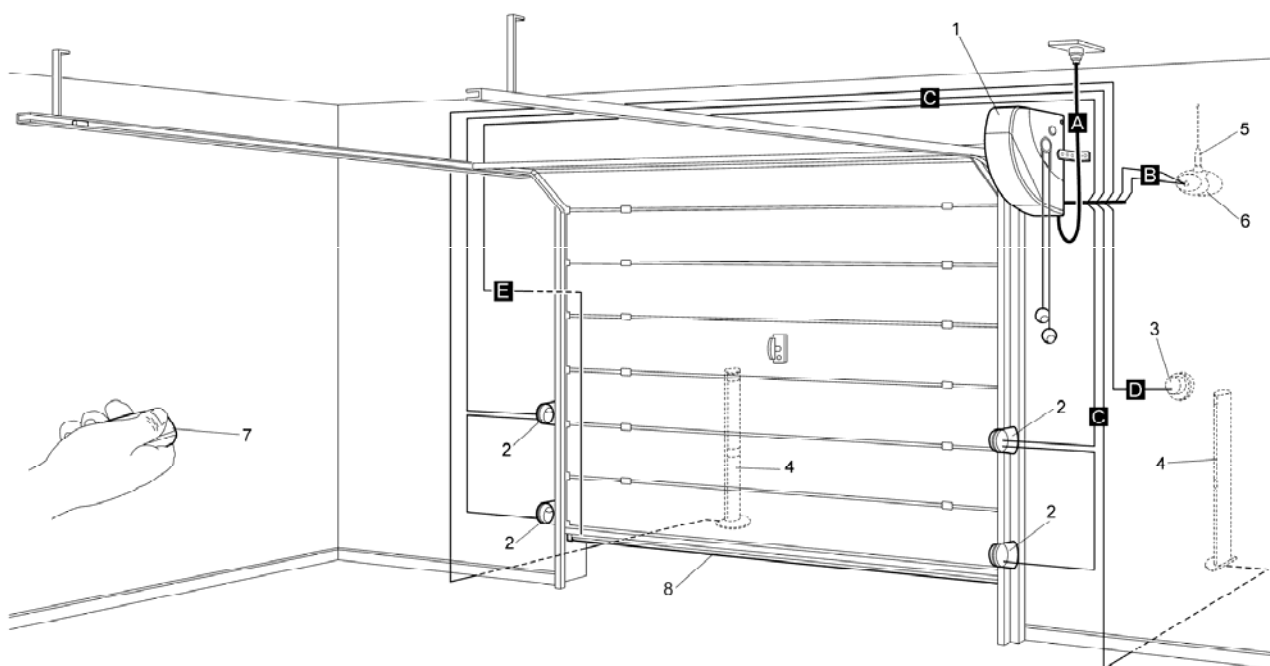

Рис. 3
#### 4.1 СТАНДАРТНАЯ СХЕМА УСТАНОВКИ (см. Рис. 3)
Рис. 3 на рисунке изображен монтаж электродвигателя Soop. На чертеже показаны необходимые для соединения детали и кабели; они собраны по стандартной схеме.
**Сборка/монтаж механических компонентов на рис.3:**
**Соединение электрокабелей Рис. 3:**
### 4.3 ПРОКЛАДКА ЭЛЕКТРОКАБЕЛЕЙ (см. Рис. 3 и Таблицу 1)
После того, как были установлены все механические компоненты, начните прокладку необходимых кабелей. Рекомендованная схема размещения компонентов и прокладка кабелей изображена на рис. 3.
### ТЕХНИЧЕСКИЕ ХАРАКТЕРИСТИКИ ЭЛЕКТРОКАБЕЛЕЙ (Буквы, соответствующие кабелям, указаны также на рис. 3)